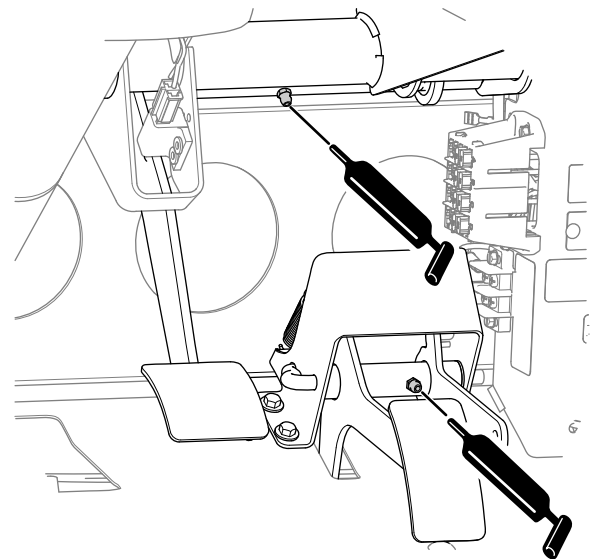

Figura 38
- **Travão (1);** consulte Figura 38
- **Acelerador (1);** consulte Figura 38